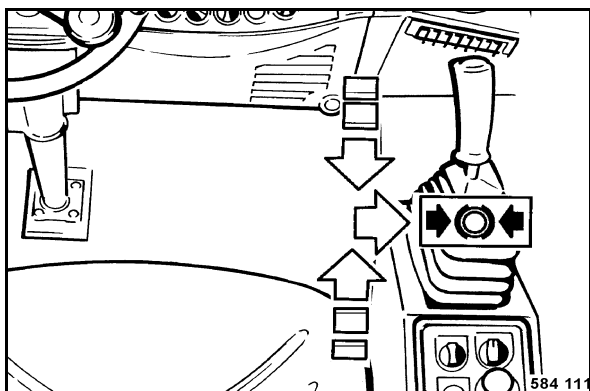

Fig. 60
- Ramener lentement le levier de commande de marche (Fig. 60) sur position neutre puis l'engranger vers la droite sur position de freinage.